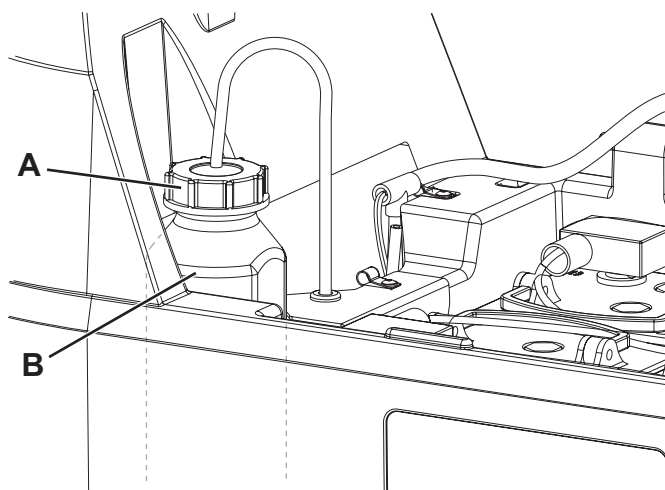

Figure 10
2. S'assurer que la machine est éteinte et (si présente) avec la clé de contact (41) retirée.
3. Ouvrir le couvercle (34) et vérifier si le réservoir de l'eau de récupération (33) est vide. Dans le cas contraire, le vider au moyen du tuyau de vidange (12).
4. Fermer le couvercle (34).
5. Saisir la poignée (16) et soulever le réservoir (33) avec soin.
6. Dévisser le bouchon (A, Fig. 10) à du réservoir de détergent (B).